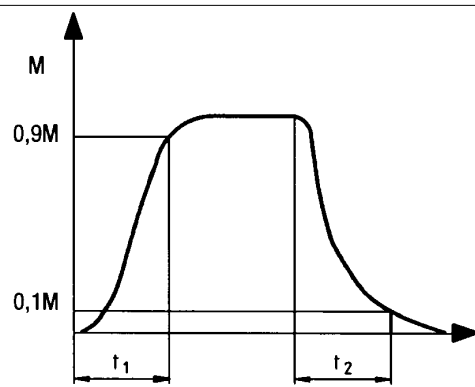

Fig. 4
Für Einsatzfälle, bei denen eine Stromzufuhr über Schleifringe nicht machbar oder nicht zulässig ist, kommt die Magneta-Magnetpulverkupplung Typ 14.501 zur Anwendung. Die Erregerspule ist gemäß Fig. 4 im fest angeschraubten Magnetteil untergebracht. Die Stromzufuhr erfolgt über Flachzungenstecker.
In cases where the power supply by slip rings is not permitted or not possible, the Magneta magnetic particle clutch type 14.501 comes to effect. The excitation coil is installed into the fixed stator (according to fig. 4). The power supply is realised through spade connectors.
Pour les utilisations où un apport de courant via des bagues collectrices n'est pas réalisable ou n'est pas autorisé, il convient d'employer l'embrayage à poudre magnétique Magneta type 14.501. La bobine d'excitation est logée conformément à la fig. 4 dans la partie magnétique solidement vissée. L'apport de courant se fait à l'aide d'une fiche plate de raccordement.
- sanftes Beschleunigen von Antrieben (Anlaufkupplungen) (Fig. 4).
- Smooth acceleration of inputs (starting clutches) (fig. 4).
- Accélération progressive d'entraînements (embrayages de démarrage) (fig.4).